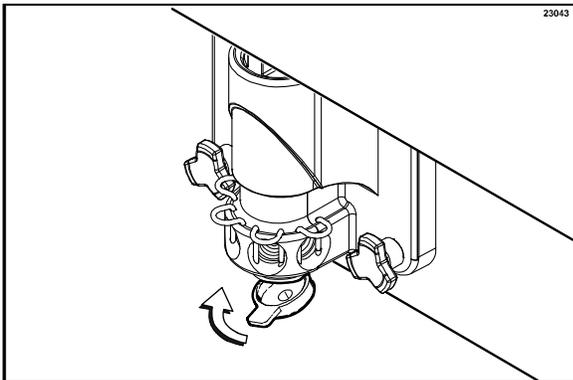

Figura 126
16. Coloque el tapón limitador a presión en el extremo del surtidor de la puerta e instale los pasadores de retención de la válvula de jarabe. (Vea la figura 126).